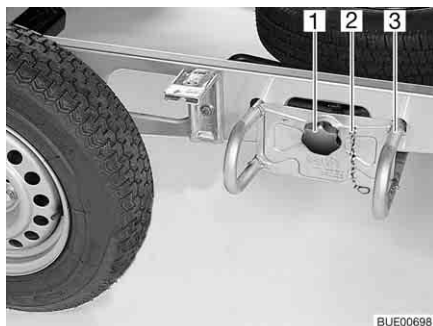

Fig. 222 Supporto per la ruota di scorta
- Sganciare la catena di sicurezza (Fig. 222,2).
- Svitare la manopola (Fig. 222,1) ed estrarla.
- Sfilare il supporto per la ruota di scorta (Fig. 222,3) di ca. 10 cm e riporlo a terra.